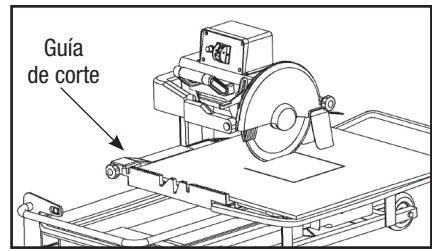

FIGURA 20
PASO 9: Empuje despacio el disco de corte hacia abajo donde está la loseta, para así lograr el corte penetrante interno que usted desea (ver FIGURA 20).